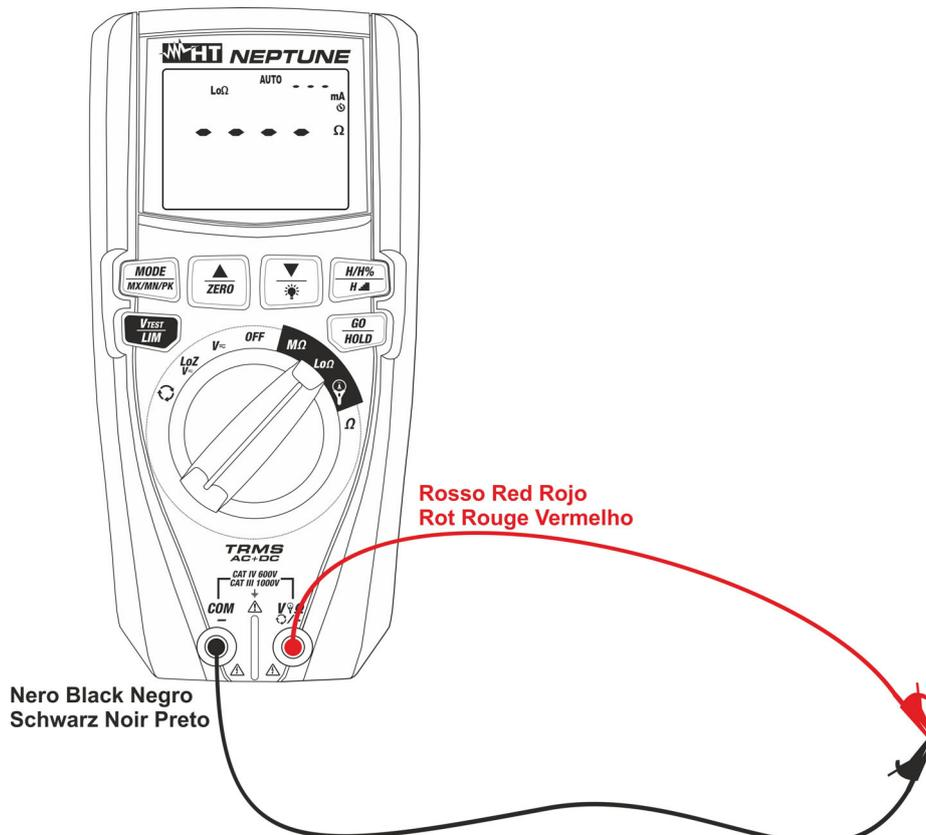

Fig. 32: Ligação dos cabos em função da compensação
2. Inserir os cabos de medida nos terminais de entrada **VΩmA/+** e **COM/-**, ligar os terminais com crocodilos e curto-circuitar as extremidades dos cabos entre si (ver Fig. 32)